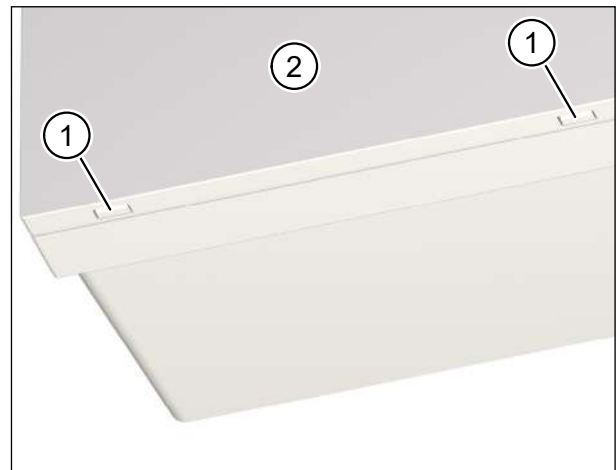

Abb. 5: Gerätedeckel vom Lüftungsgerät abnehmen und reinigen
- ▶ Drücken Sie mit beiden Daumen auf die beiden Rasthaken (Pos. 1 in Abb. 5) an der Unterseite des Lüftungsgerätes. Der Gerätedeckel (Pos. 2 in Abb. 5) löst sich.